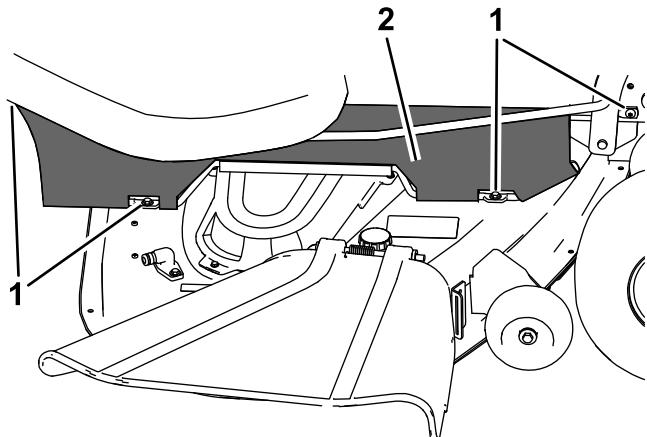

Figura 1
- Retire a cortina existente desapertando os parafusos que prendem a cortina à estrutura e plataforma do cortador (Figura 1).